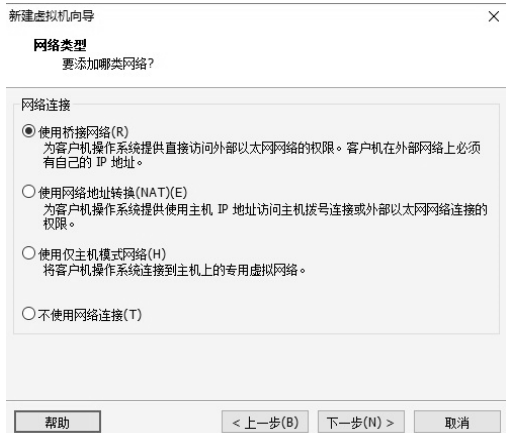

图 12-15 网络类型的设置
(6) 分别设置虚拟机的相关硬件，其中包括 CPU、内存、网络、I/O 控制器的类型、磁盘类型及磁盘容量。一般使用推荐设置即可。这里重点介绍“网络类型”的设置，如图 12-15 所示。